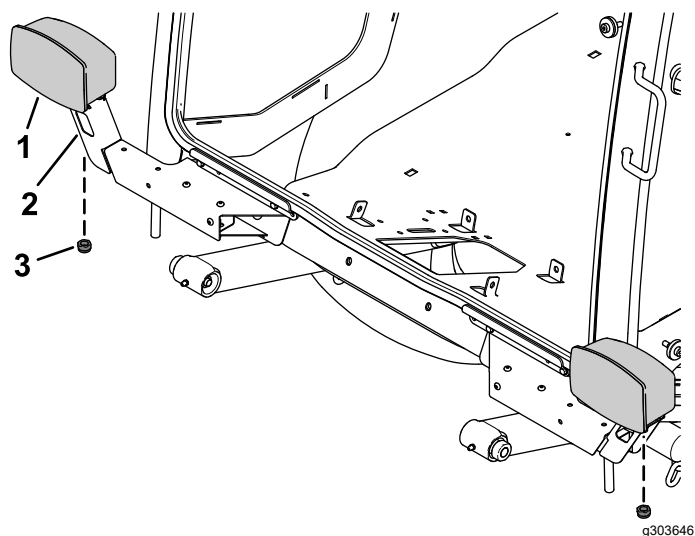

Figure 16
- Fixez les blocs d'éclairage gauche et droit sur les supports d'éclairage gauche et droit à l'aide de l'écrou hexagonal de chaque bloc (Figure 16).